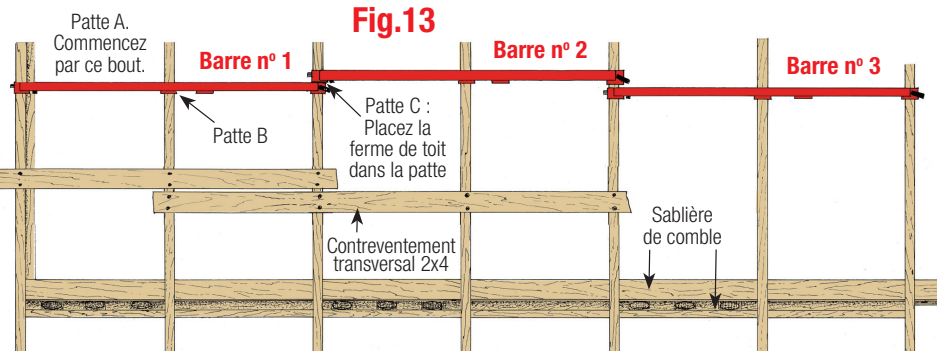

Fig.13
- 3) Utilisez plusieurs Safety Bar™ et mettez-les en série afin de joindre plusieurs membrures supérieures (voir Fig.13, page 2).
Lorsque la charpente est contreventée pour soutenir le poids selon le plan de protection contre les chutes, le Safety/Truss Bar™ peut être utilisé sur une structure partiellement revêtue ou une charpente ouverte. Utilisez un contreventement transversal (voir Fig.13) des membrures supérieures en tant que système de protection contre les chutes s'il y a risque de chute ou d'effet de balancier en tombant au travers d'une charpente ouverte.